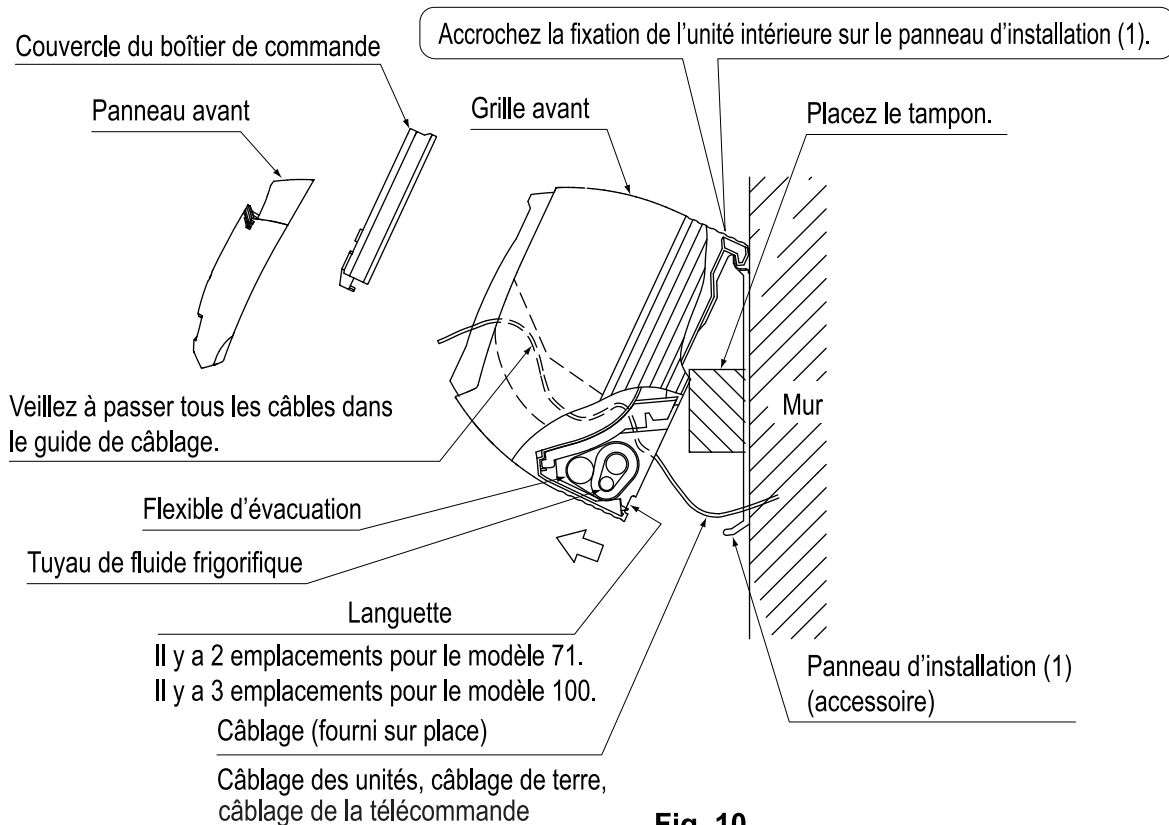

Fig. 10
(3) Accrochez l'unité intérieure au panneau d'installation. (reportez-vous à la fig. 10)
- (6) Appuyez des deux mains sur les deux bords inférieurs de l'unité intérieure et accrochez la languette située à l'arrière de l'unité intérieure au panneau d'installation (1). (reportez-vous à la fig. 10)
- Retirez alors le tampon placé à l'étape (3).